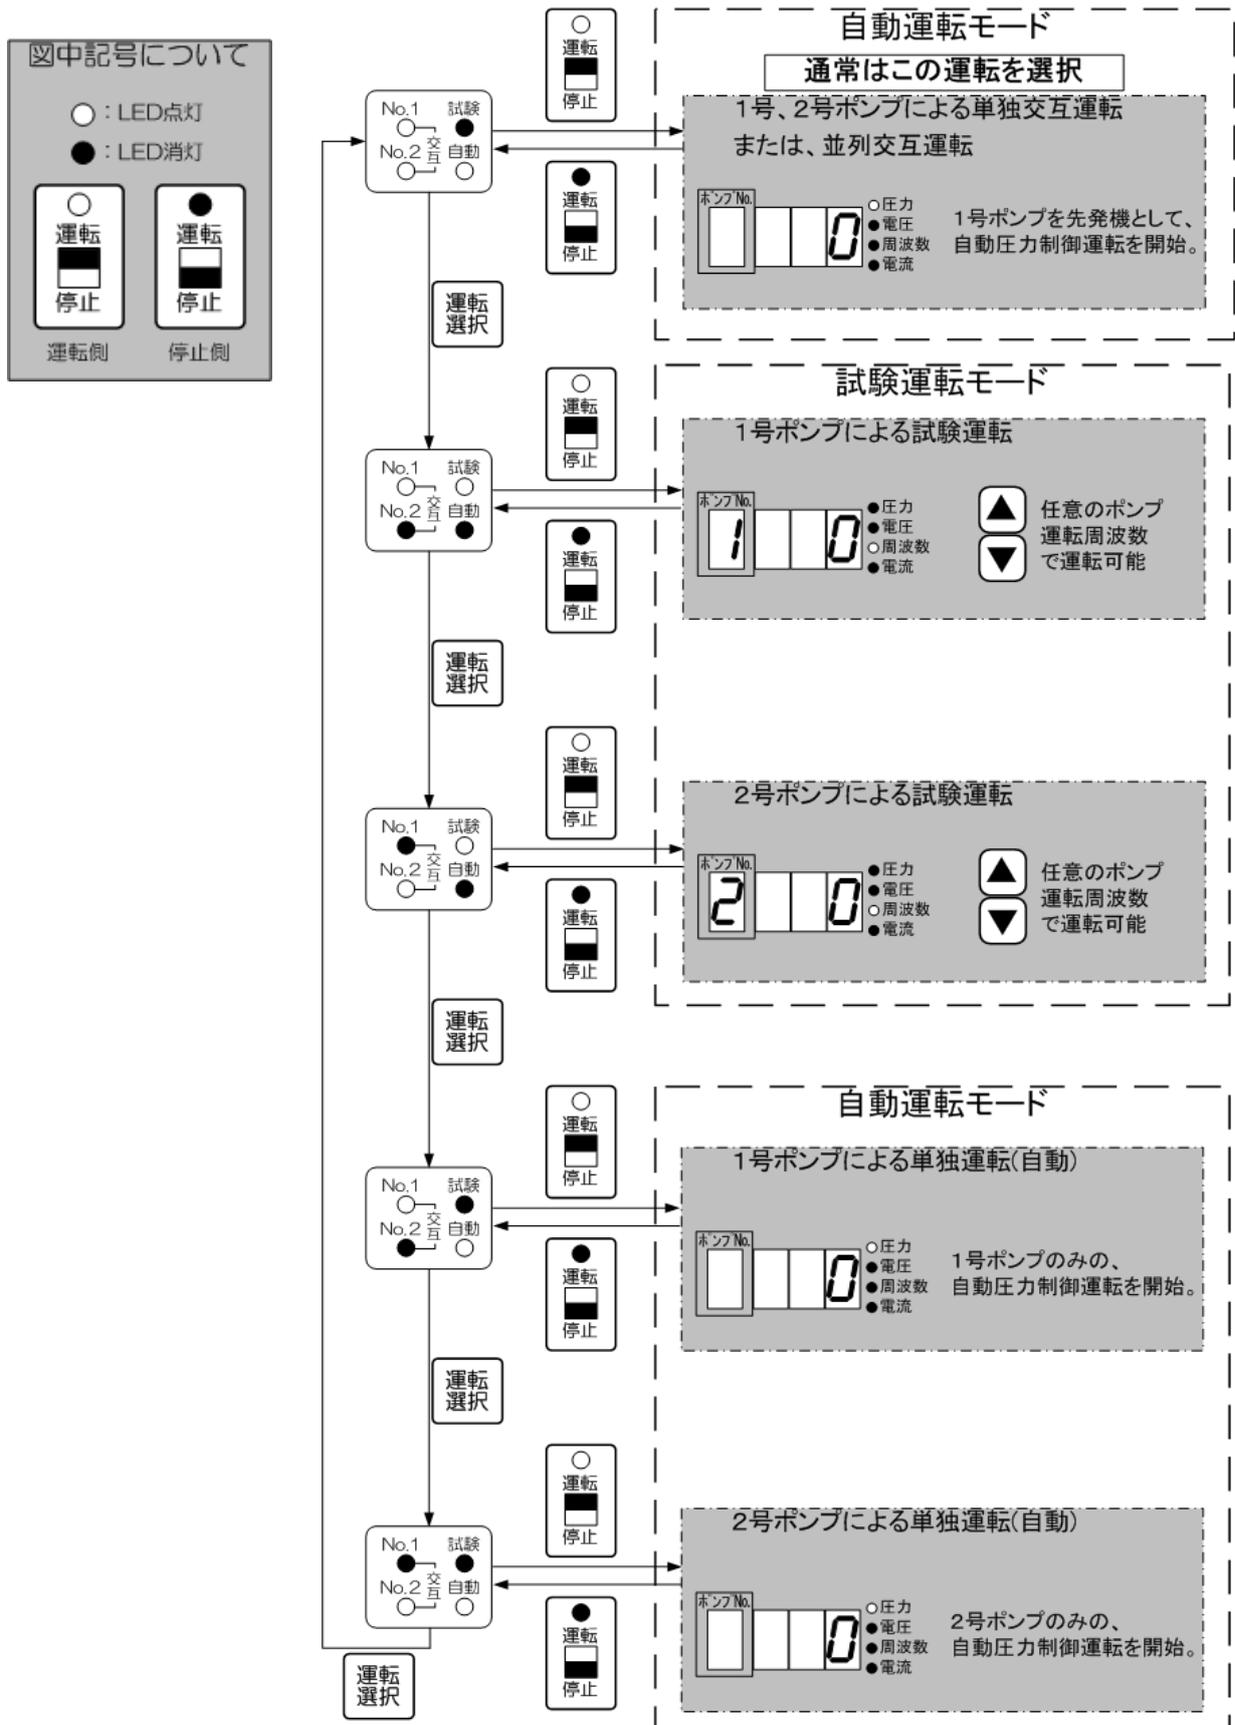

図 28 運転モードの操作方法
- ・ ボタンを押す度に下記の運転モードに切替わります。詳細については図 28 を参照ください。